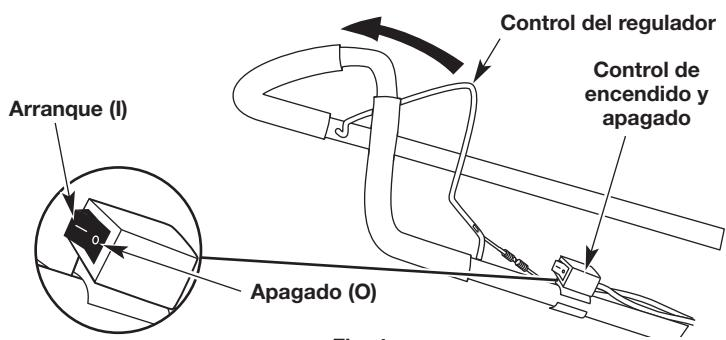

Fig. 4
- NOTA:** No hay necesidad de encender la unidad. El Control de Encendido y Apagado está en la posición ENCENDIDO (I), en todo momento (Fig. 4).
2. Oprima y mantenga oprimido el control de encendido y apagado en la posición de **APAGADO (O)** hasta que el motor se detenga por completo (Fig. 4).